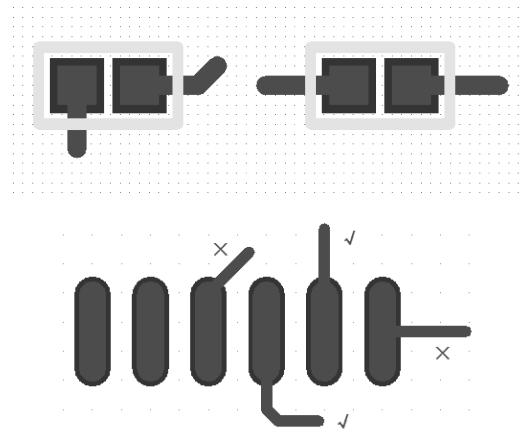

图 10-69 元件的出线
(5) 采用合理的布线方式, 焊盘连线采用关于长轴对称的扇出方式, 可以比较有效地减小 CHIP 元件贴装后的不良旋转; 如果焊盘扇出的线也关于短轴对称, 那么还可以减小 CHIP 元件贴装后的漂移, 如图 10-69 所示。